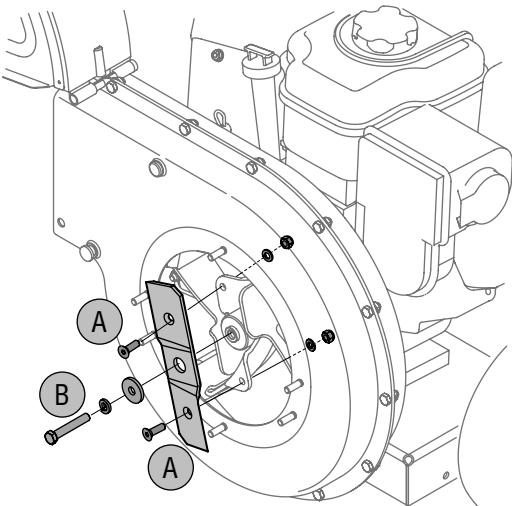

Рис. 7-4
- Отверните два внутренних шестигранных винта, стопорные шайбы и шестигранные контргаики, которыми нож измельчителя крепится к крыльчатке. См. рис. 7-4А.
- Отверните шестигранный болт, стопорную шайбу и шайбу, чтобы полностью освободить нож измельчителя. См. рис. 7-4В.